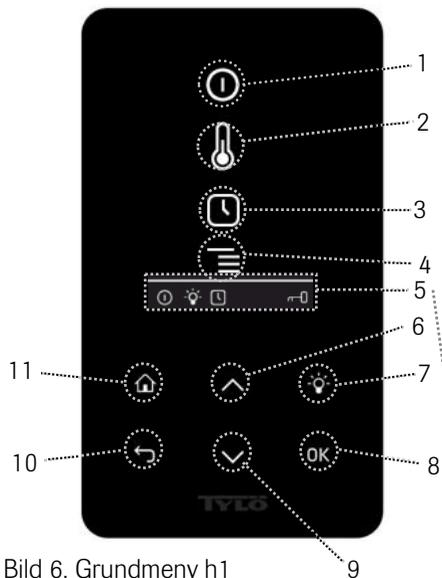

Bild 6. Grundmeny h1
11. Hem – Tar dig till grundmenyn (bild 6 och 7)